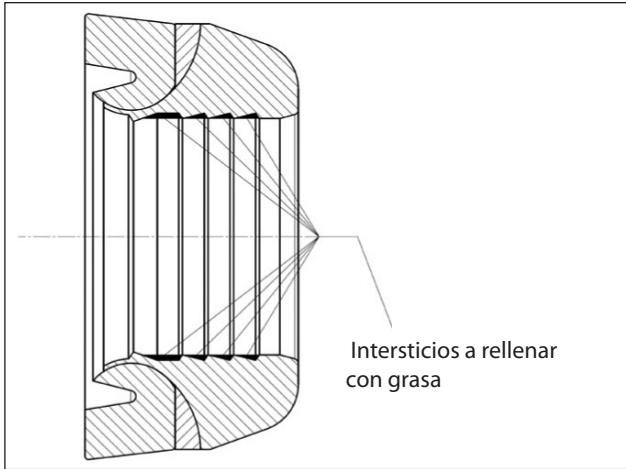
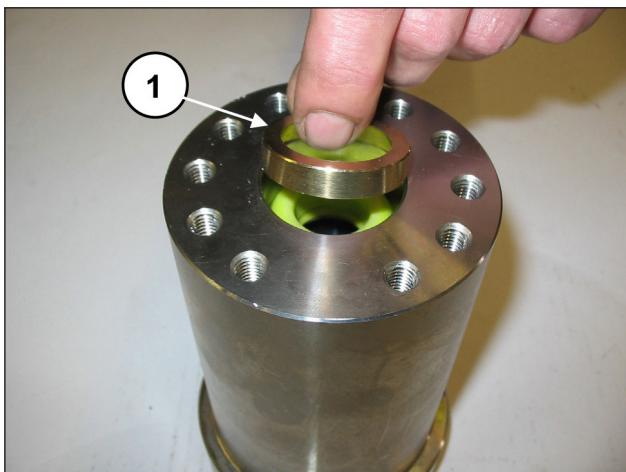
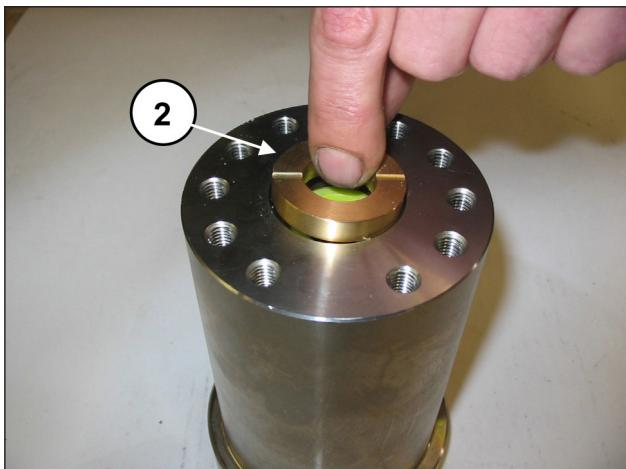
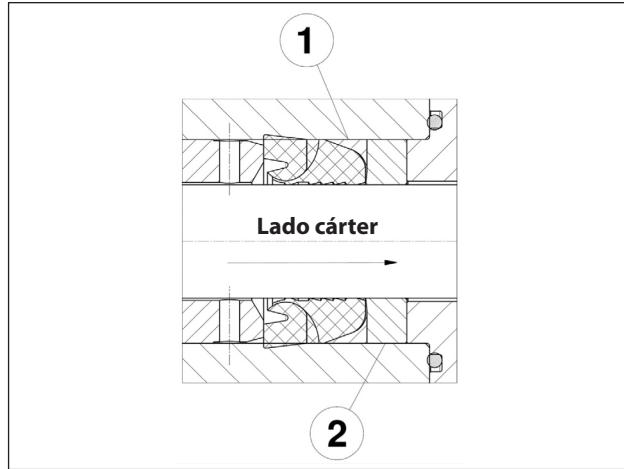

Fig. 121
Fig. 122
Fig. 123
Fig. 124
La junta H.P. se ha de introducir en la camisa como se indica en la Fig. 121 y Fig. 122.
como se indica en la Fig. 122.**
Introducir la anilla anti extrusora y el casquillo de juntas (pos. ① y ②, Fig. 122, Fig. 123 y Fig. 124).
El casquillo de las juntas ② se ha de introducir en la camisa con las dos descargas orientadas hacia el exterior (lado cárter) como se indica en la Fig. 123.